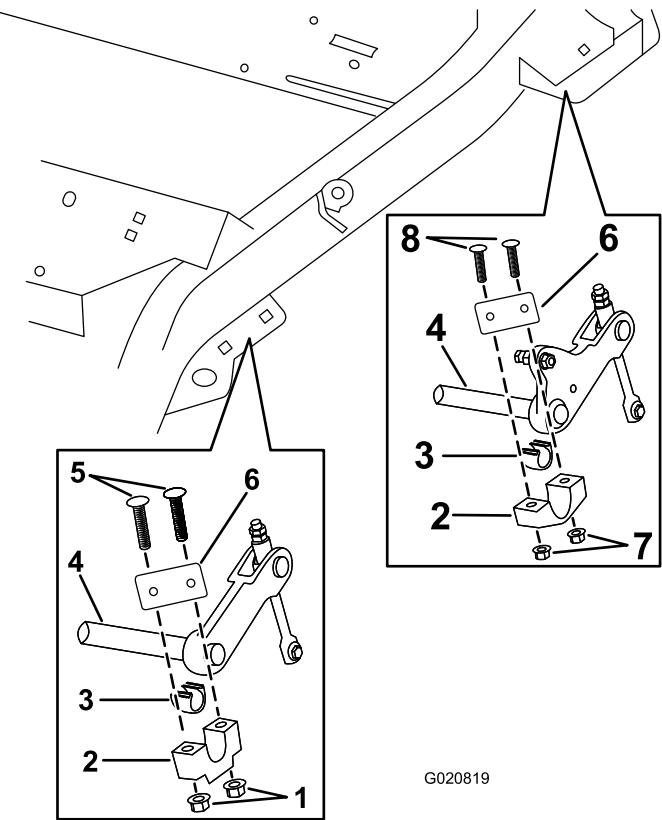

Figure 2
- Alignez une entretoise de relevage de tablier sur les trous du côté avant droit du châssis (Figure 2).
- Mettez l'entretoise de relevage de tablier en place à l'aide des boulons de carrosserie (1/2 x 2-1/2 po), du coussinet de palier, du palier de support d'arbre transversal et des écrous à embase (3/8 po), comme illustré à la Figure 2.
- Alignez une entretoise de relevage de tablier sur les trous du côté arrière droit du châssis (Figure 2).
transversal et des contre-écrous (1/2 po), comme illustré à la Figure 2.
Important: Veillez à placer les rondelles élastiques comme illustré à la Figure 2.